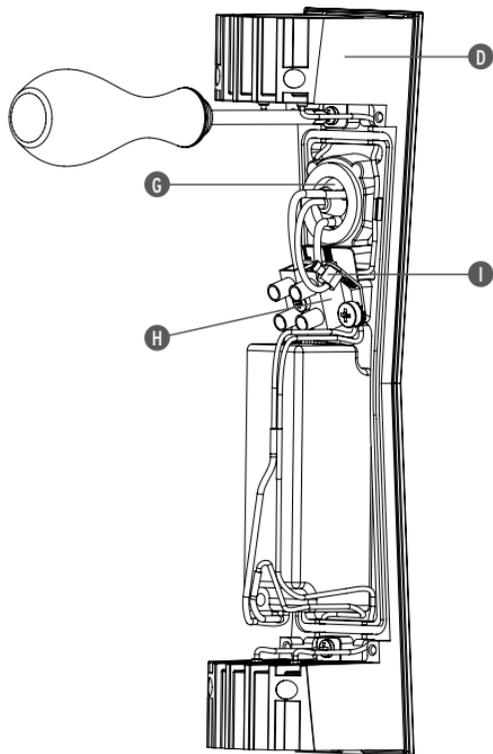

Fig. 4
- <IT> Fig.4 Rimontare il corpo (D) all'attacco a parete avendo cura di far passare i cavi di alimentazione attraverso il passacavo (G), quindi effettuare i collegamenti elettrici nella morsetteria (H) e al morsetto di terra (I).
- <GB> Fig.4 Remount the body (D) onto the wall attachment taking care to pass the supply cables through the fairlead (G), then make the electrical connections in the terminal box(H) and to the earth terminal (I).
- <DE> Abb.4 Montieren Sie den Korpus (D) wieder am Wandanschluss, achten Sie dabei darauf, dass die Stromkabeln in die Kabelführung (G) eingezogen werden. Führen Sie den Stromanschluss an der Klemmleiste (H) und an der Erdungsklemme (I) durch.
- <FR> Fig.4 Remonter le corps (D) sur l'attache murale en prenant soin de faire passer les câbles d'alimentation à travers le passe câble (G), puis effectuer les raccordements électriques dans le bornier (H) et raccorder la terre (I).
- <ES> Fig.4 Volver a montar el cuerpo (D) en el soporte de pared pasando los cables de alimentación a través del pasacables (G), entonces efectuar las conexiones eléctricas en la regleta (H) y al borne de la toma de tierra (I).
- <PT> Fig.4 Voltar a montar o corpo (D) ao suporte de parede tendo o cuidado de passar os cabos de alimentação através do passa-cabo (G) e, posteriormente, realizar a ligação eléctrica na régua de terminais (H) e ao borne de terra (I).
- <RUS> Рис.4 Снова установить основную часть (D) на несущую панель, пропустив провода питания через кабельный вход (G), затем подсоединить их к клеммной панели (H) к клемме заземления (I).